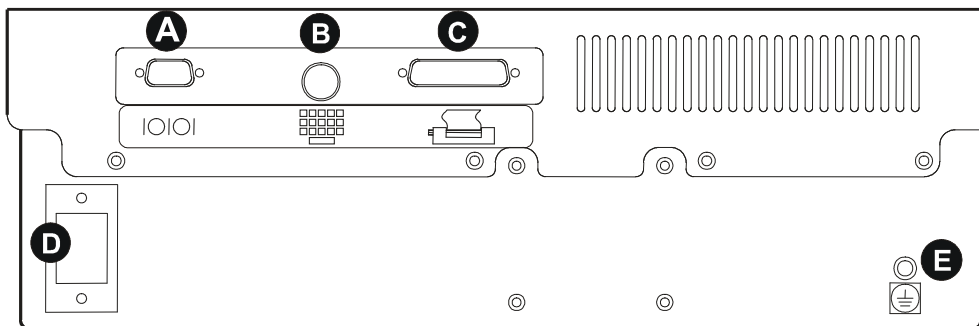

Fig. 3. 601 ProXL baksida
Baksidan (se fig. 3) består av (A) RS232 kontakt, (B) tangentbordskontakt, (C) skrivare-utgång, (D) nätingång samt (E) jordreferens.